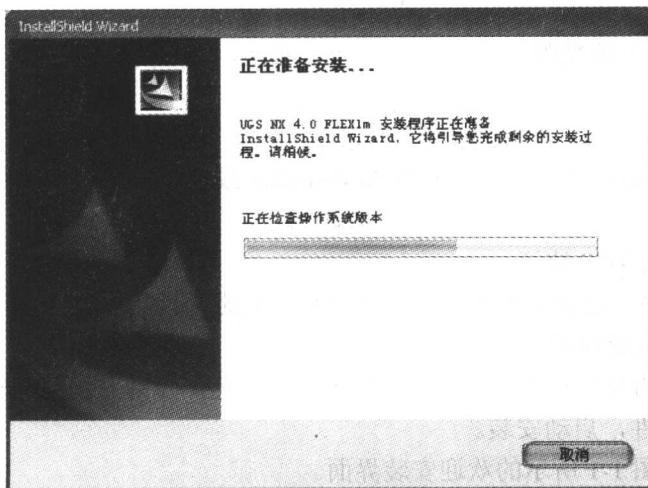

图 1-3 安装进度对话框
- 选择【中文】安装方式，单击【确定】按钮，系统弹出如图 1-3 所示的安装进度对话框。